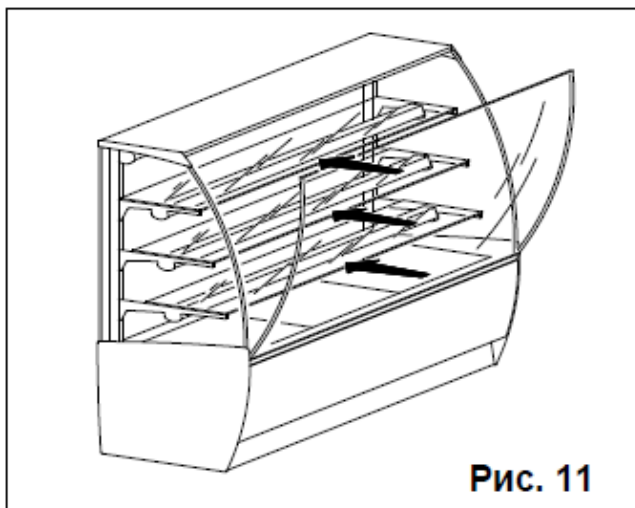

Рис. 11
12. Монтаж витрины – технический специалист (Рис.11).
- Снимите упаковку и вставьте стекла на соответствующие полки (Рис.11), обратив особое внимание на монтаж самого узкого стекла на первой полке сверху.